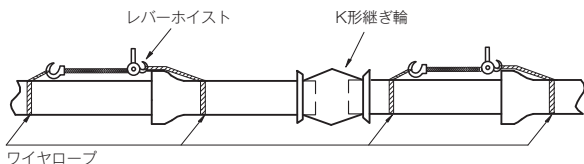

図18 継ぎ輪の前後の配管
- (3) ゴム輪は、折り曲げたりせず箱に入れ、直射日光を避けた場所に保管する。
- (4) 継ぎ輪を使用する場合は、継ぎ輪部のボルト締付けによる管の抜け出しを防止するため、継ぎ輪前後の配管を図18のようにすることが望ましい。